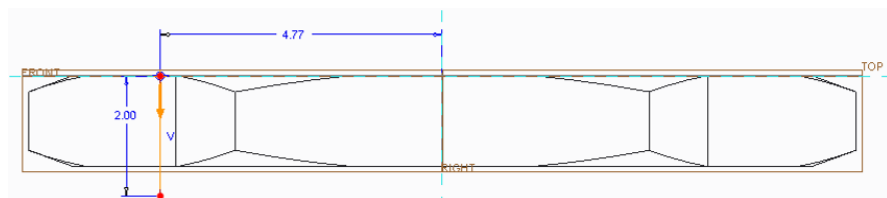

Рисунок 1.28 – Завдання глибини та довжини вирізу різьби
- ескіз для завдання глибини та довжини вирізу різьби (рис. 1.28);